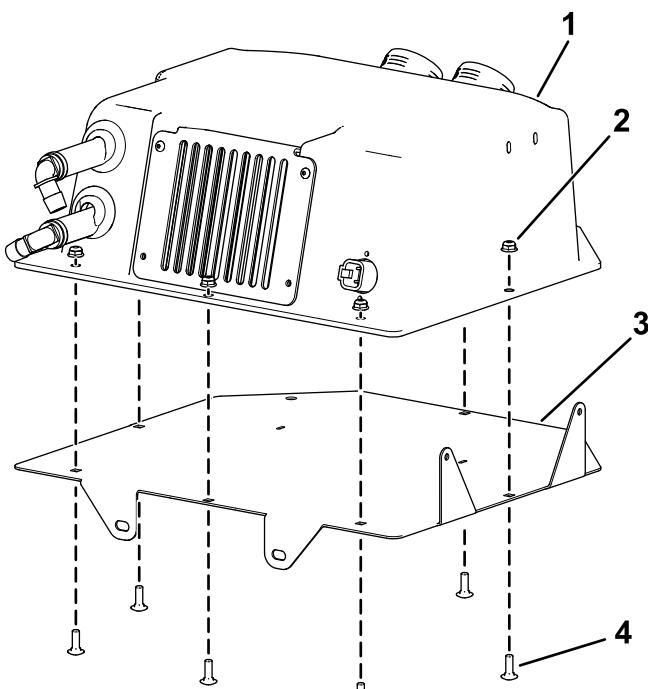

Figura 15
6. Collegate il gruppo scatola del riscaldatore alla staffa di montaggio del riscaldatore con 6 bulloni a testa tonda ($\frac{1}{4}$ " x $\frac{3}{4}$ ") e 6 dadi di bloccaggio ($\frac{1}{4}Figura 15. Serrate i bulloni a 11 N·m.$